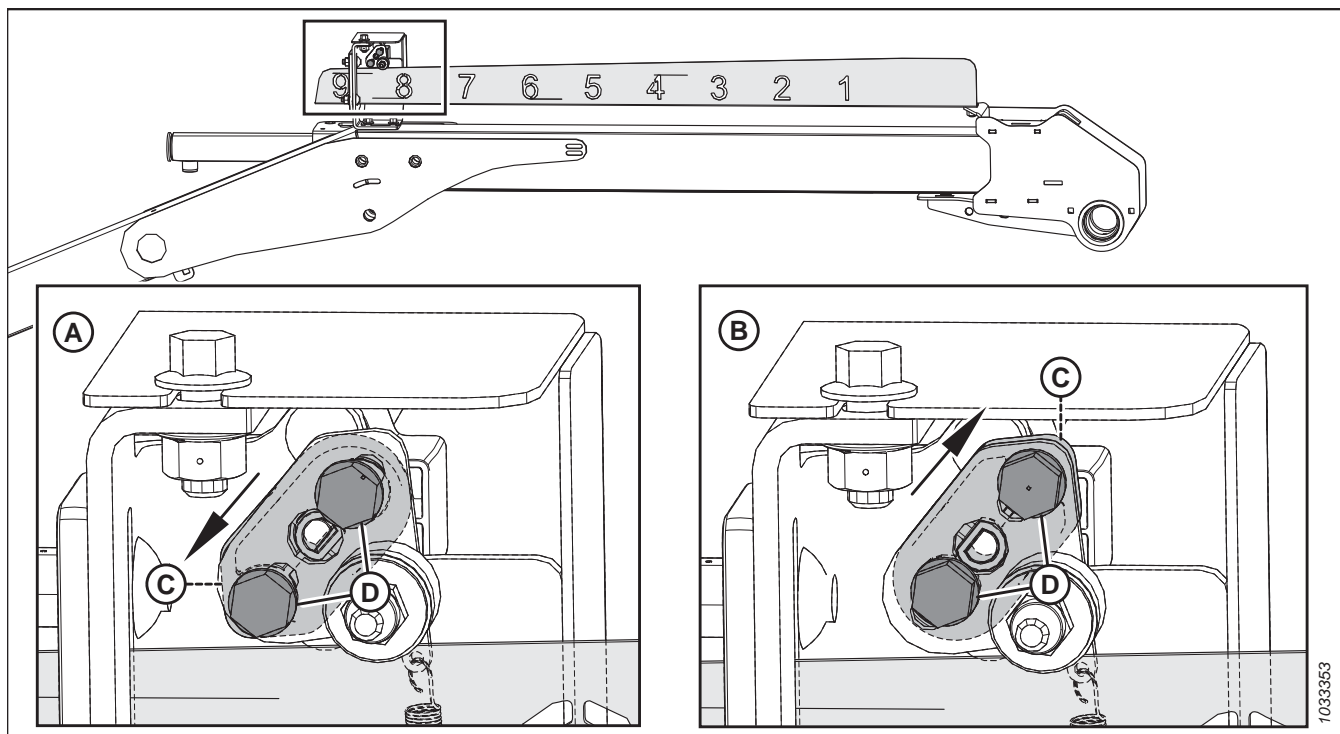

Figura 3.245: Configurações do braço do sensor
3. Verifique a orientação do braço (C) e das ferragens (D) do sensor. Certifique-se de que o braço do sensor esteja configurado corretamente para sua máquina; consulte a Figura 3.245, página 186.